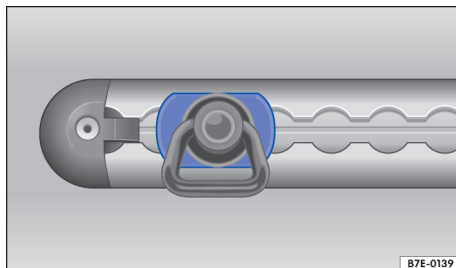

Fig. 129 Representação esquemática: trilho para amarração com olhais de amarração.
- Atentar para que o olhal de amarração esteja travado com segurança. As laterais do olhal de amarração devem estar numa posição horizontal → Fig. 129.